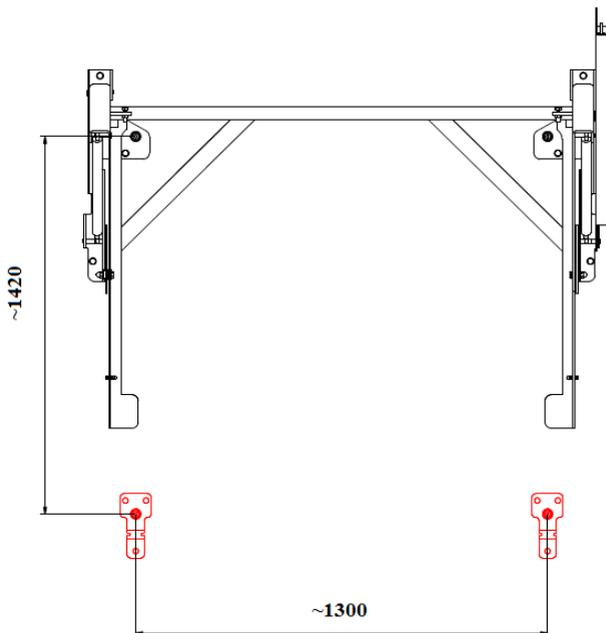

Abbildung 11. Montage des Stützbalkens
6. Stellen Sie die Montagefüße mit den Bolzen ohne Bohren und Verankern am Boden auf (Abbildung 11).